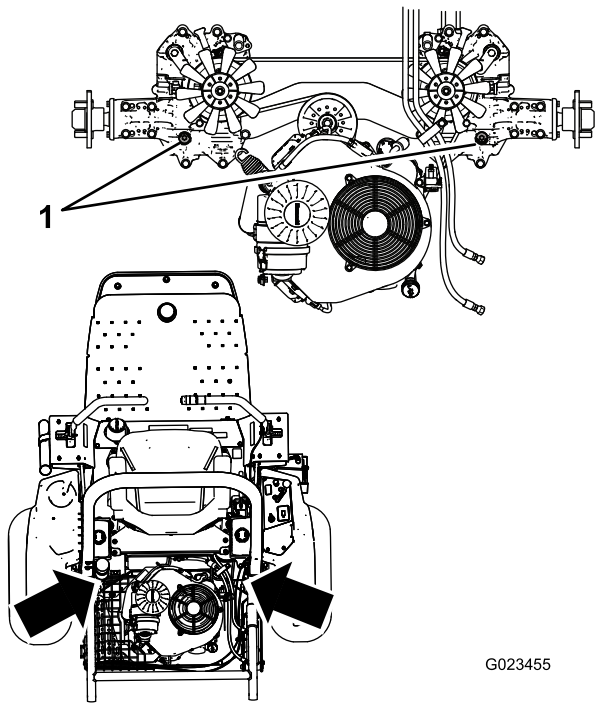

図 72
**注** それぞれの油圧トランスミッションの上部についているプラグ 図 72 を外すと、オイルが速く入ります。穴からオイルがあふれてきたらプラグを取り付け、その後はタンクが所定量になるまでオイルの補給を続けます。